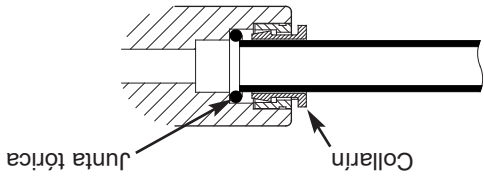
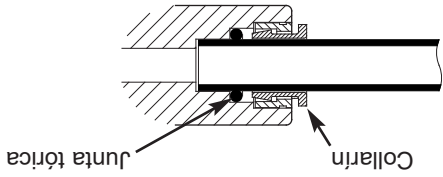

FIG. 20 Tubo parcialmente acoplado a la unión
FIG. 21 Tubo totalmente acoplado a la unión
6. Inserte toda la extensión en la unión. Veal las Figs. 20 y 21.
5. Inserte toda la extensión en la unión. Veal las Figs. 20 y 21.
1. Haga pasar el tubo por el collarín, hasta que se acople al aro tórico. Vea la Fig. 20. Siga empujando el tubo hasta que sobresalga por la parte posterior de la unión. Vea la Fig. 21. No deje de empujar cuando el tubo encaje en el aro tórico. Si no se acatan estas instrucciones se pueden producir futuras fugas. Cuando un tubo de 1/4 pulg. está totalmente acoplado, una porción de 11/16 pulg. del tubo ha entrado en la unión. Cuando un tubo de 3/8 pulg. está totalmente acoplado, una porción de 3/4 pulg. del tubo ha entrado en la unión. Marque el tubo con un trozo de cinta o un rotulador. Vea las Figs. 20 y 21.